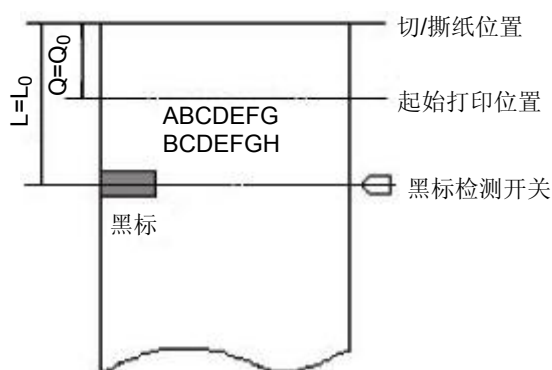

图 2
1. 当切/撕纸位置到黑标印刷位置的距离 L 与打印机构的固有机械值 L_0 相同，而且切/撕纸位置到起始打印位置的距离 Q 与打印机构固定的机械值 Q_0 相同时（如图 2 所示），即用 GS（F 命令所设置的偏移量均为 0。